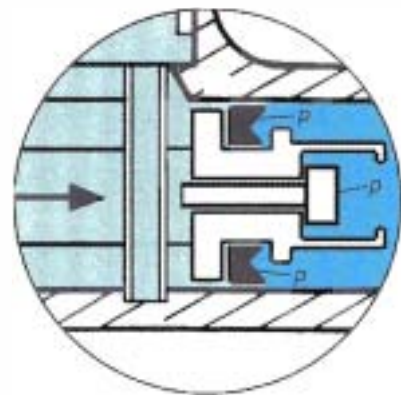

Figure 9.10 • Freinage : clapet fermé.
• **Freinage** (figure 9.10). Sous l'action de la tige de poussée ⑬, le piston et la coupelle primaire se déplacent vers le fond de l'alésage. Dès que la tête du piston n'est plus en contact avec la goupille, **le clapet se ferme** et permet à la coupelle primaire de repousser le liquide vers l'avant du maître-cylindre.